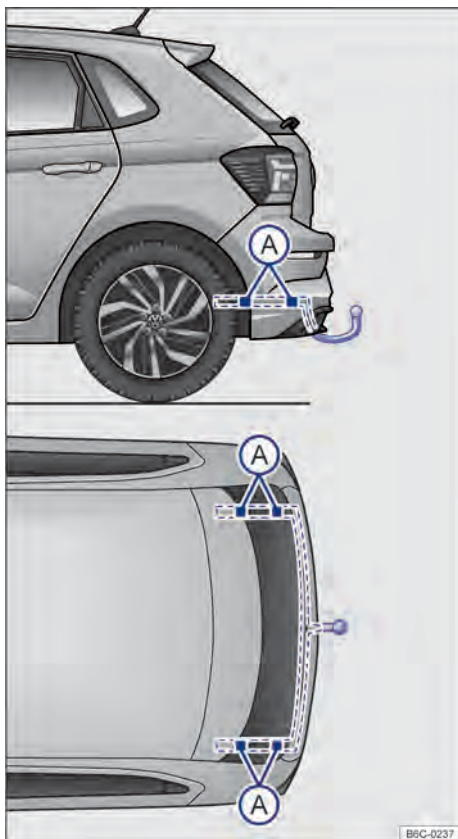

Fig. 128 Pontos de fixação para instalar um dispositivo de reboque posteriormente.
A figura → Fig. 128 ilustra, como exemplo, o ponto de fixação para instalar um dispositivo de reboque do modelo Polo.
◀ A montagem posterior de um dispositivo de reboque deverá ser efetuada de acordo com as instruções do respectivo fabricante do engate, sempre respeitando os pontos de fixação indicados na → Fig. 128 (A).